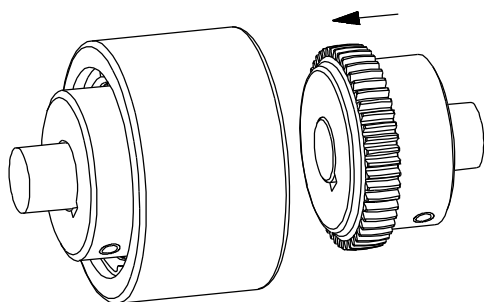

Bild 5.5
- Verschieben Sie die Aggregate mit den Kupplungsnapen in axialer Richtung bis das E-Maß erreicht ist. (siehe Bild 5.5)